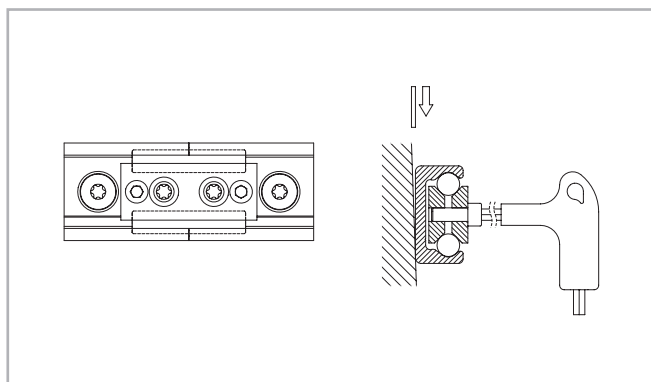

Fig. 171
- (3) Colocar el útil para alinear en la unión de guía y apretar ambos tornillos uniformemente hasta que las pistas de rodadura estén alineadas (véase Fig. 171).
- (4) Posteriormente al paso anterior (3) controlar si ambas guías se apoyan en plano sobre la superficie de montaje. Si ha quedado un hueco nivelarlo.